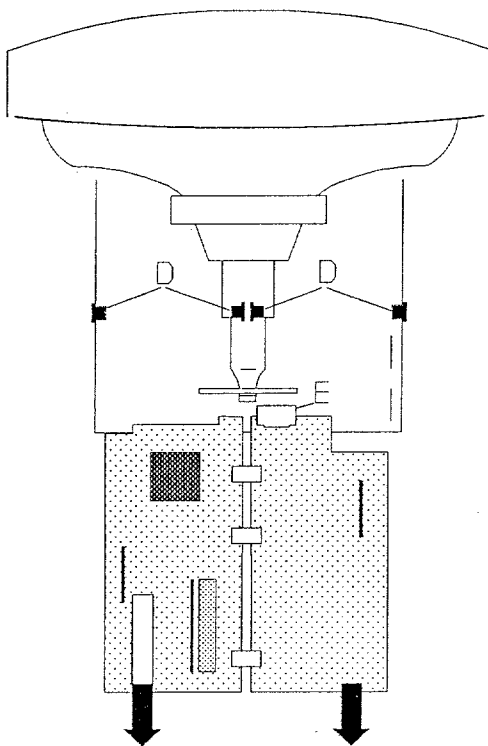

Abb. 4.2
2. Service-Position für das Messen von Testpunkten (Abb. 4.2)
LED-Anzeige E (siehe Abb. 4.2) von der Großsignal-Platine entfernen.